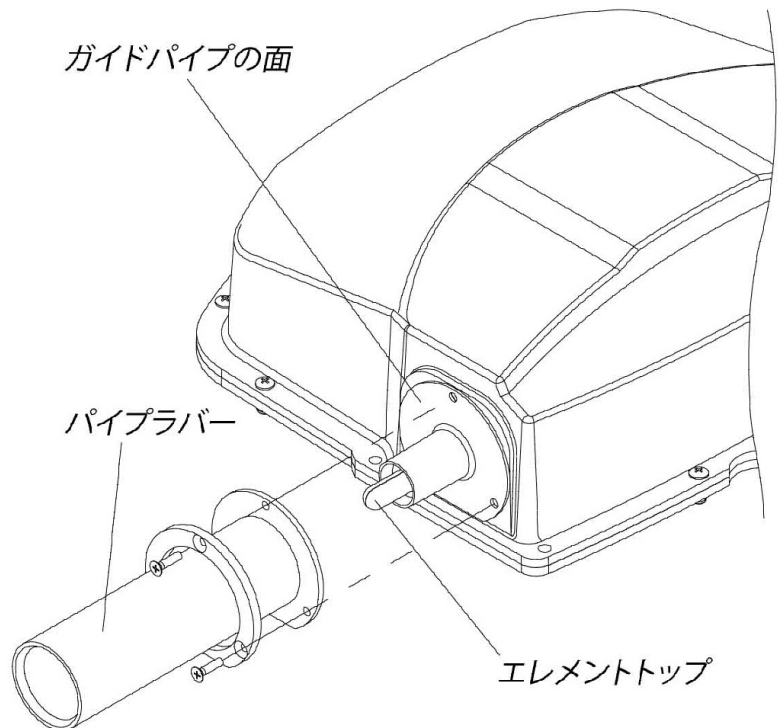
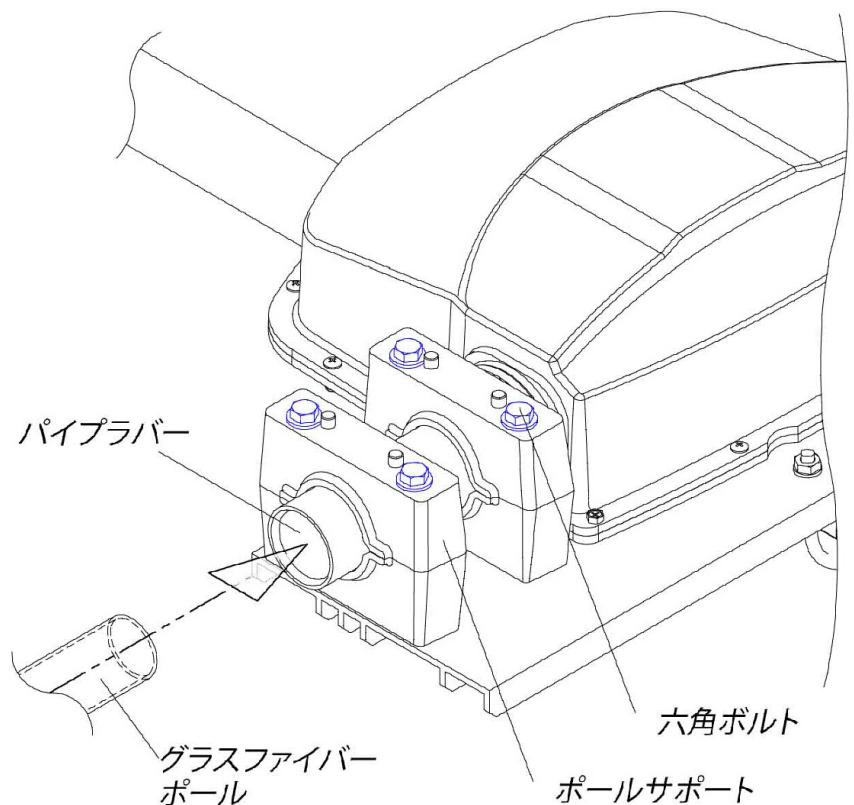

図 29
図30
[図29参照]
[図29、図30参照]
- 図29を参照してガイドパイプの面を確認してください。